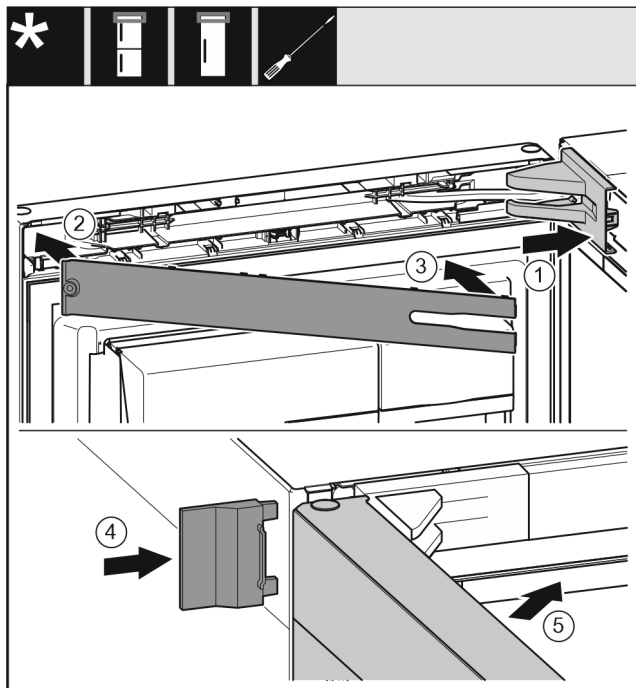

Fig. 31
- ▶ Uždėkite atraminės gembės dengiamąją plokštelę Fig. 31 (1) ir užfiksuokite, prireikus atsargiai išspauskite.
- ▶ Uždėkite apdailos skydelį Fig. 31 (2).
- ▶ Apdailos skydelis Fig. 31 (3)
- ▶ Užstumkite išorinę dengiamąją plokštelę Fig. 31 (4).
- ▶ Uždarykite viršutines duris Fig. 31 (5).